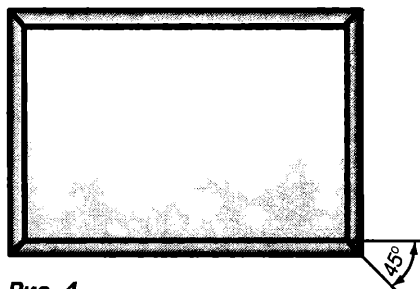

Рис. 4.
1. Сначала надо срезать края пластов в местах соединения. Угол должен составлять 45° (рис. 4).